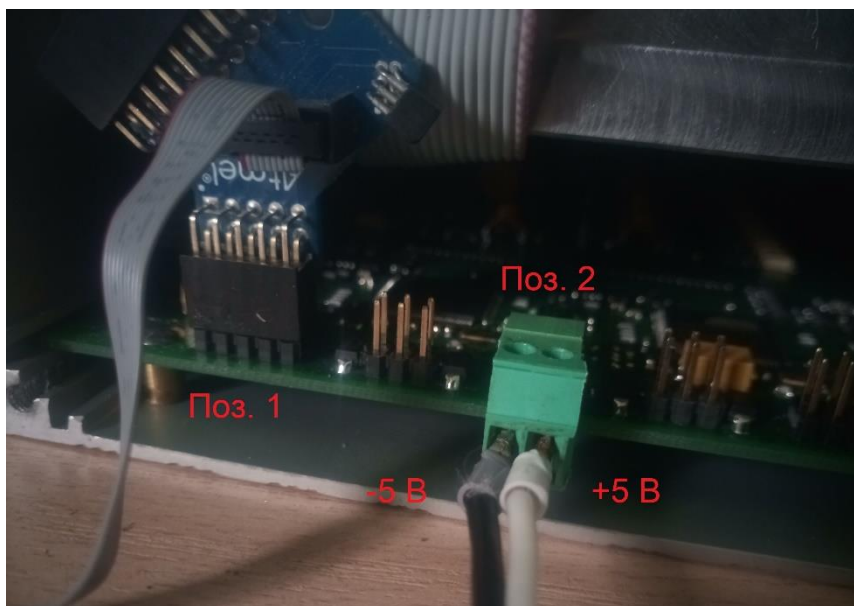

Рисунок 4. Подключение источника питания и жгута программатора для программирования первого микроконтроллера
1.3.2.3 Подключить жгут программатора к разъему для программирования первого микроконтроллера платы управления УБП (поз.1 рисунок 4). Подключить разъем источника питания 5 В постоянного тока к разъему платы управления УБП (поз.2 рисунок 4) (полярность подключения показана на рисунке). Включить питание.